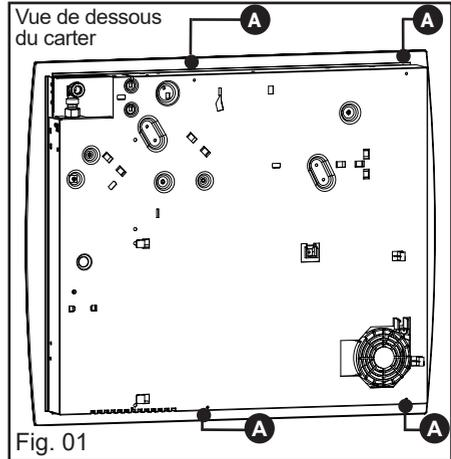

Fig. 01
**Utilisez impérativement les trous prévus à cet effet suivant le dessin ci-dessus (Fig. 01).**